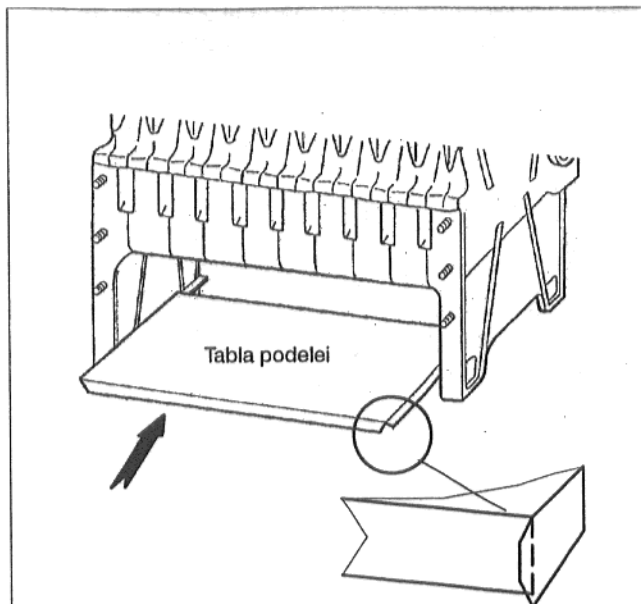

Fig. 20
- Se introduce tabla podelei în camera de ardere; partea deschisă în jos (Fig. 20).